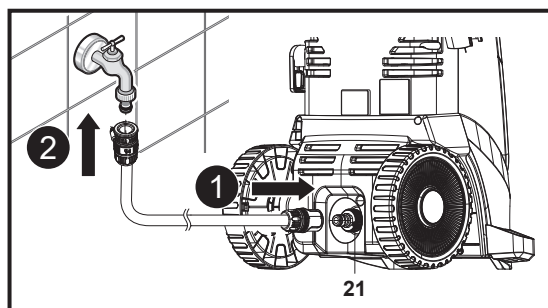

Fig. 8
2. Ligue a mangueira de jardim ao adaptador de entrada de água (21) no conector de entrada de água (13) da máquina (Fig. 8, passo 1). Utilize sempre uma união padrão para a entrada de água. Para um funcionamento adequado, o comprimento da mangueira não pode ser superior a 8 m.
3. Conecte a outra extremidade da mangueira de jardim a uma fonte de fornecimento de água (Fig. 8, passo 2).